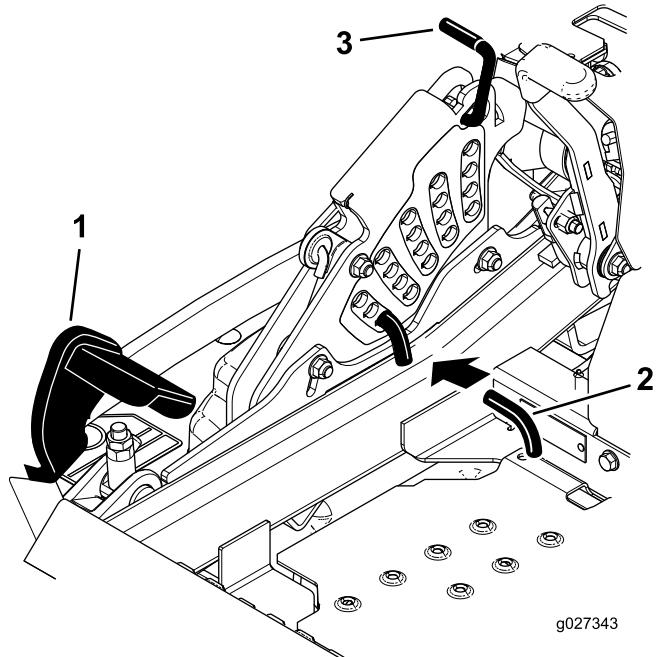

Figure 95
5. Enfoncez la pédale de levage du tablier de coupe au maximum pour verrouiller le tablier à la position transport de 14 cm (5½ po) (Figure 95).